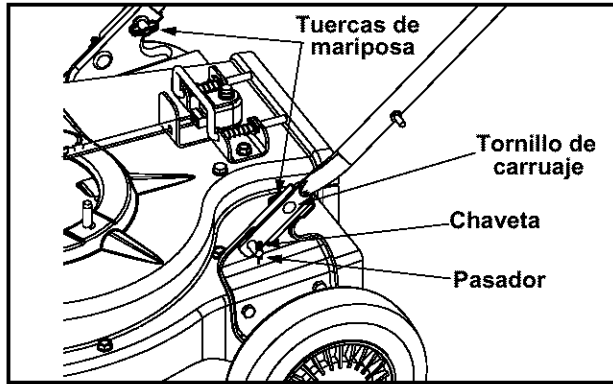

Figura 3
- Retirar las chavetas de las escuadras del manillar y los tornillos de carruaje (cabeza de hongo y cuello cuadrado) y tuercas de mariposa del manillar inferior. Ver la figura 3.